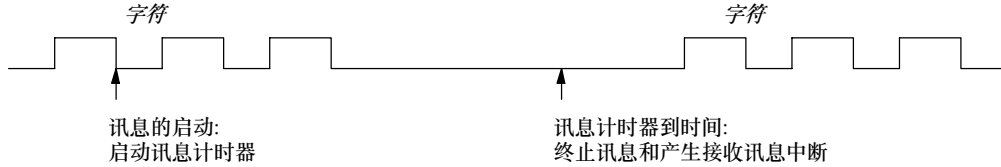

图6-13 使用讯息计时器以终止接收指令
3. **讯息计时器:** 讯息计时器在启动讯息后指定的时间终止讯息。一旦满足接收讯息功能的启动条件, 讯息计时器就启动。当在SMW92或SMW192中指定的毫秒数过去之后, 讯息计时器到时间。参见图6-13。